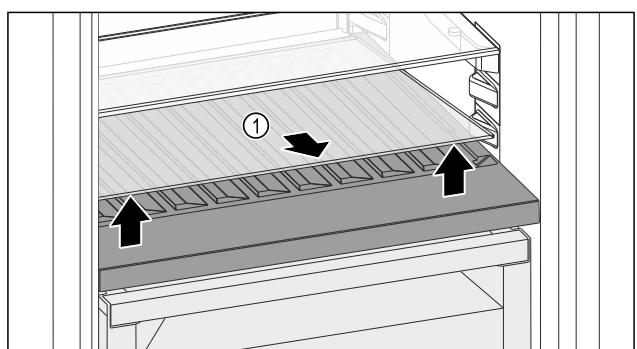

Fig. 98
- Glasplatte Fig. 98 (1) an der Aussparung vorne anheben und herausnehmen.
- Glasplatte Fig. 98 (1) außerhalb des Geräts sicher aufbewahren.